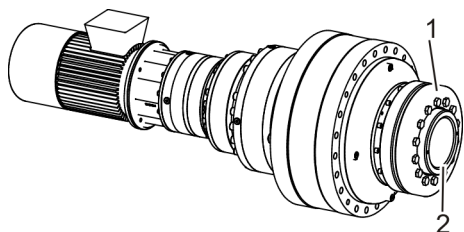

Fig. 38: Ingranaggio con anello calettatore dal lato di uscita
1. ➤ Se l'ingranaggio dal lato di uscita ha un albero cavo (Fig. 38/2) per un anello calettatore (Fig. 38/1), per il montaggio dell'anello calettatore attenersi anche a quanto riportato nella documentazione del produttore.